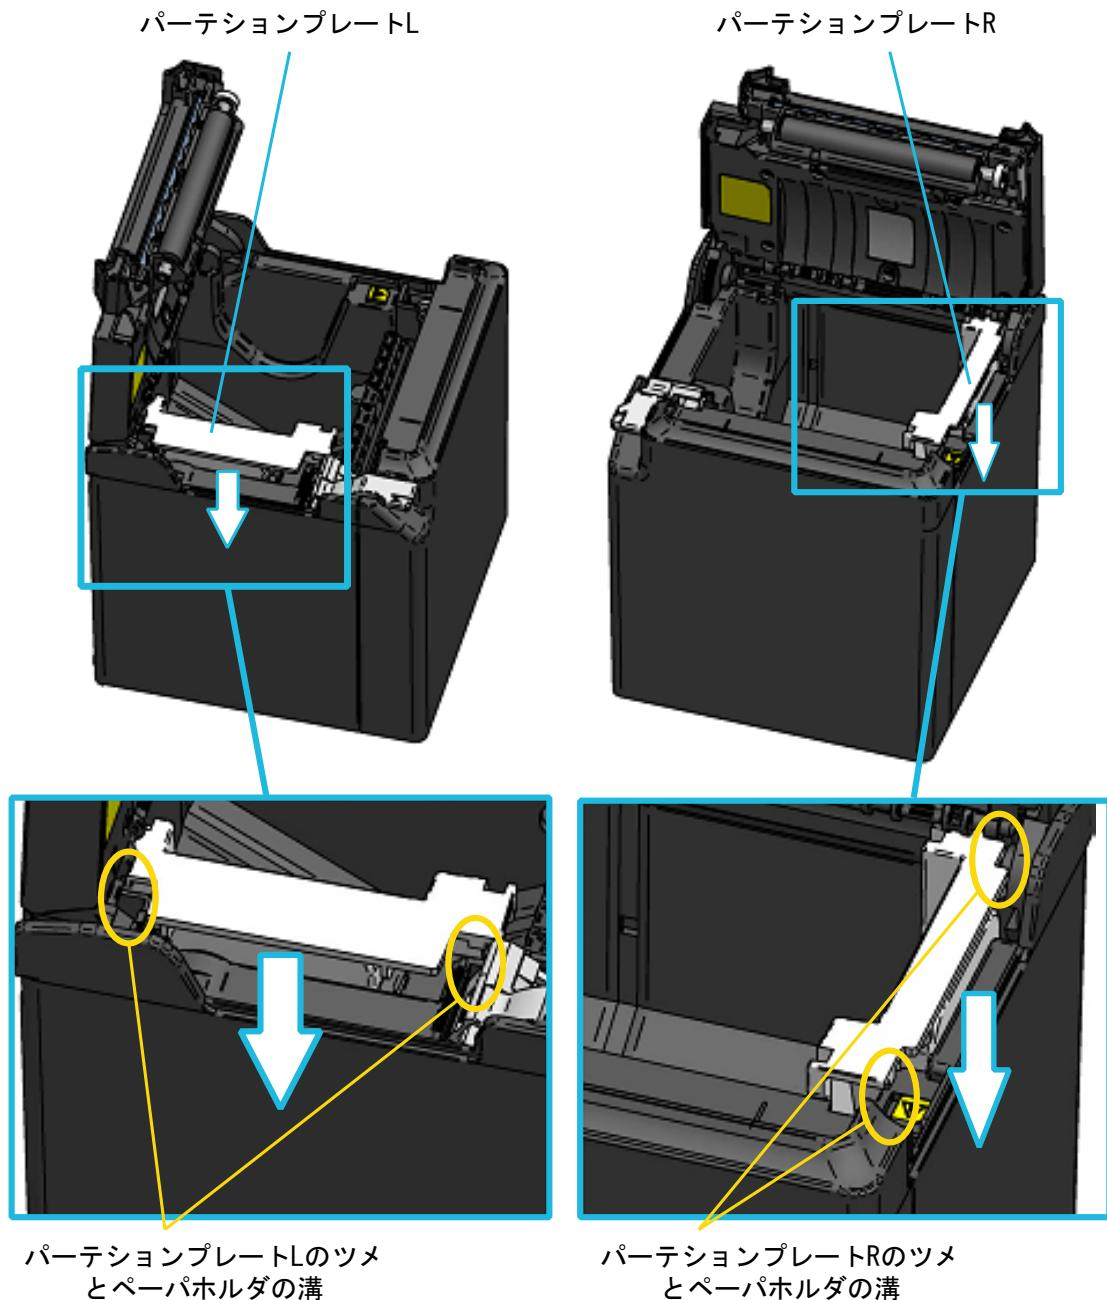

図 14-3 パーテションプレートの取り付け (3)
- ⑤ パーテションプレートL、パーテションプレートRを、ペーパホルダ内側面に沿わせながら図 14-3 の矢印方向にスライドさせてください。